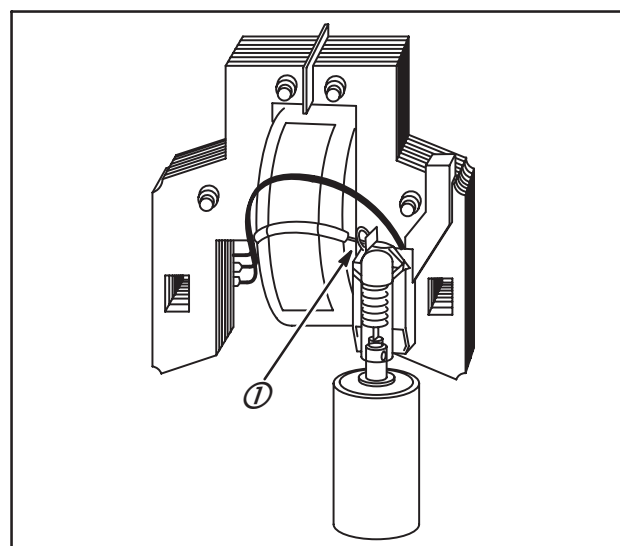

Fig. 12
3. Pour les bobines équipées de module remplaçable : Utiliser un condensateur **Réf. : 294628** ou un chasse-goupille de diamètre 4,7 mm afin de débrancher les fils du module, Fig. 12.
4. Dessouder le fil de masse des fils du module et du fil de primaire de la bobine d'allumage (1), Fig. 12.